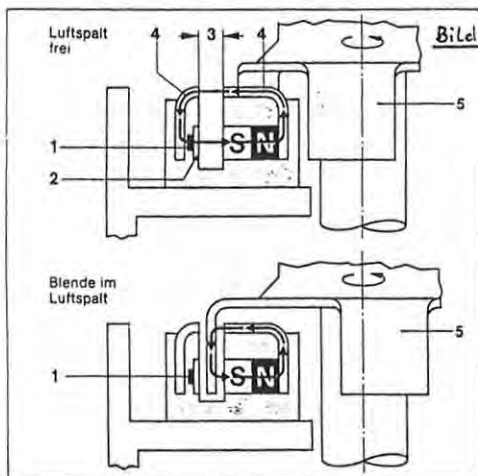

Bild 3: Wirkungsweise der Magnetschranke.
z.B. bei VW (gibt's wahrscheinlich immer noch). Die BMW-Boxer (Zweiventiler) haben das so ähnlich seit 1981, die K100-Motoren haben sogar zwei davon. So 'ne Magnetschranke besorgen wir uns. Jetzt soll's langsam genug der Theorie sein, ich mach's jetzt kurz, aber trotzdem noch bis zum bitteren Ende: Wie geht jetzt su en Magnetschrank? Dat geht esu wie im Bild 3: Die Blende läuft (sich auf einer Welle drehend) berührungslos durch den Spalt der Schranke. Ist der Luftspalt frei, wird der Hall IC vom Magnetfeld durchsetzt, die Flußdichte ist hoch.